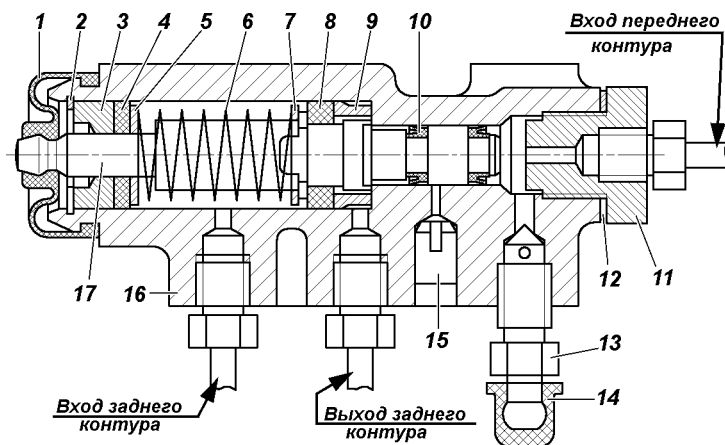

Рис. 9.33. Регулятор давления:
Регулятор давления. На автомобилях, не оснащенных антиблокировочной системой тормозов, устанавливается механический регулятор давления (рис. 9.33), который обеспечивает оптимальное распределение тормозных сил по осям автомобиля и не допускает блокировку задних колес раньше передних. При обслуживании проверяйте работоспособность регулятора давления. Очищайте регулятор от грязи и проверяйте надежность его крепления. Внешним осмотром убедитесь, что регулятор и детали его привода не имеют повреждений, отсутствуют подтекания тормозной жидкости и люфты в соединении стойки с упругим рычагом и кронштейном на заднем мосту.
3. Заверните болт 3 до соприкосновения его с хвостовиком поршня 17 (см. рис. 9.33) регулятора.